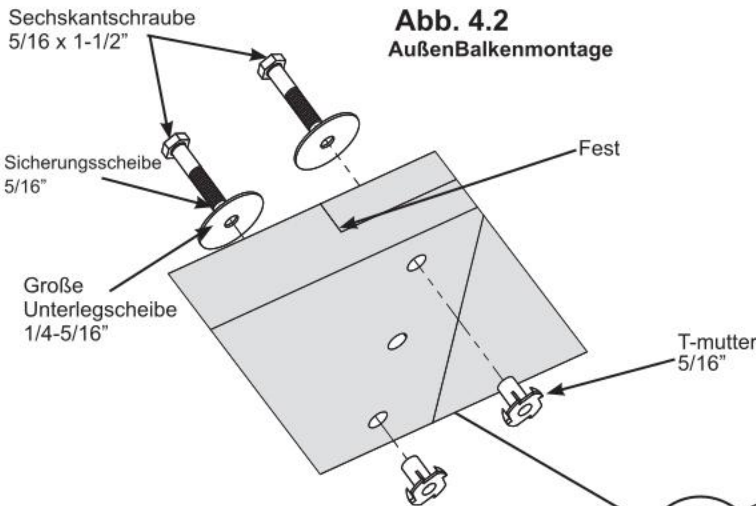

Abb. 4.1
A: Einem Rechten Äußeren Ende (649) mit einem Linken Äußeren Ende (650) mit zwei Sechskantschrauben 5/16 x 1-1/2" (mit Sicherungsscheibe 5/16", Große Unterlegscheibe 1/4 -5/16" und T-mutter 5/16") verbinden, wie es in Abb. 4.1 und 4.2. gezeigt wird. Auf die Ausrichtung der Bolzenköpfe achten.
B: Einen Innenbalken (656) mit jedem Ende einen Lange Innenbalken (653) mit zwei Sechskantschrauben 5/16 x 1-1/2" (mit Sicherungsscheibe 5/16", Große Unterlegscheibe 1/4 -5/16" und T-mutter 5/16") in den mittleren Löchern verbinden, wie es in Abb. 4.1 und 4.3. gezeigt wird. Auf die Ausrichtung der Bolzenköpfe achten.